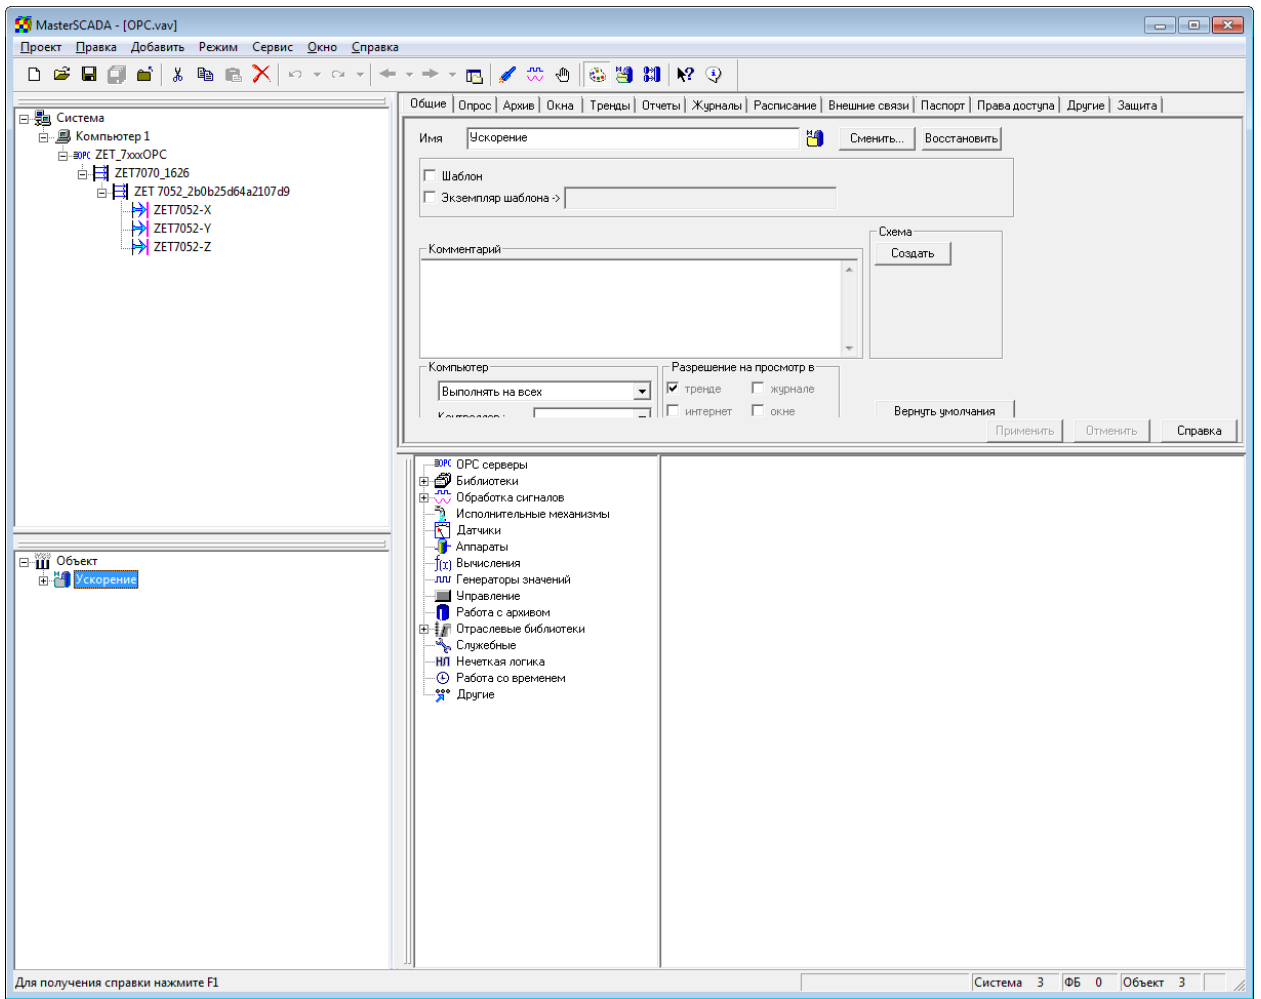

Рисунок 55.
2) Формируем дерево объектов, для этого создаем в дереве «Объект» узел «Ускорение» и назначаем ему выполнение на всех компьютерах (см. Рисунок 55). В узле «Ускорение» добавляем «Значение» для каждого из трех OPC-тегов и называем их «X», «Y» и «Z» соответственно (см. Рисунок 56). Добавляем связь значений «X», «Y» и «Z» узла объектов с соответствующими им OPC-тегами узла системы (см. Рисунок 57).